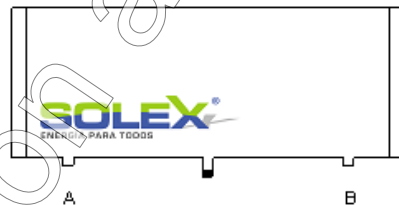

Figura 1
- Colocar el termotanque sobre el piso de la azotea, con los tres puertos de conexión hacia arriba, poner cinta teflon en las roscas superiores de los elementos E y D. Después roscar el elemento D en el cople A del termotanque y el elemento E en el cople B (ver figura 1).